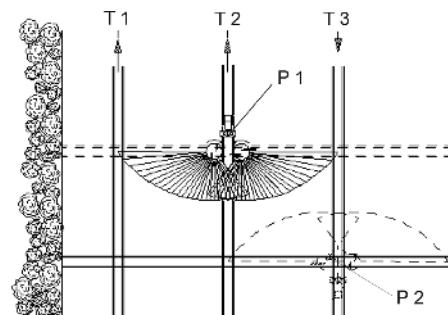

Рис. 56
**Открывайте заслонку при "движении вперед" приблизительно в пункте Р1 (Рис. 56), когда трактор проходит 2-ю технологическую колею разворотной полосы (заштрихованная линия).**
**Закрывайте заслонку при "движении назад" в пункте Р2 (Рис. 56), когда распределитель находится на уровне первой технологической полосы разворотной полосы.**